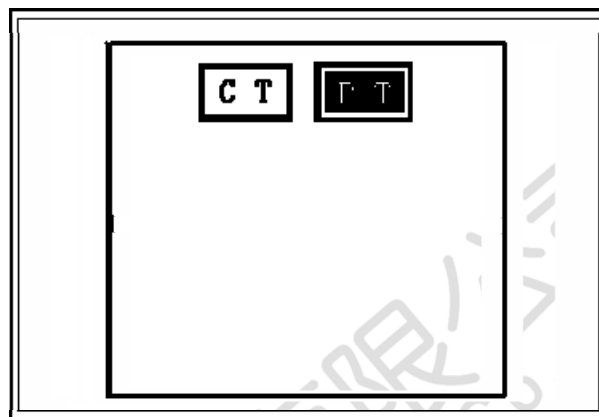

图 21
1. 选择 **CT** 或者 **PT** (见图 21)。